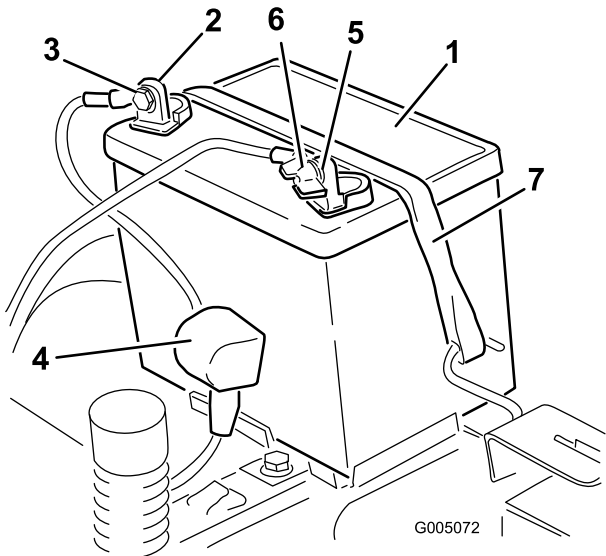

Figura 49
4. Desligue o cabo negativo (preto) do pólo da bateria (Figura 49).
1. Posicione a bateria no tabuleiro (Figura 49).
5. Prenda a bateria ao suporte (Figura 49).